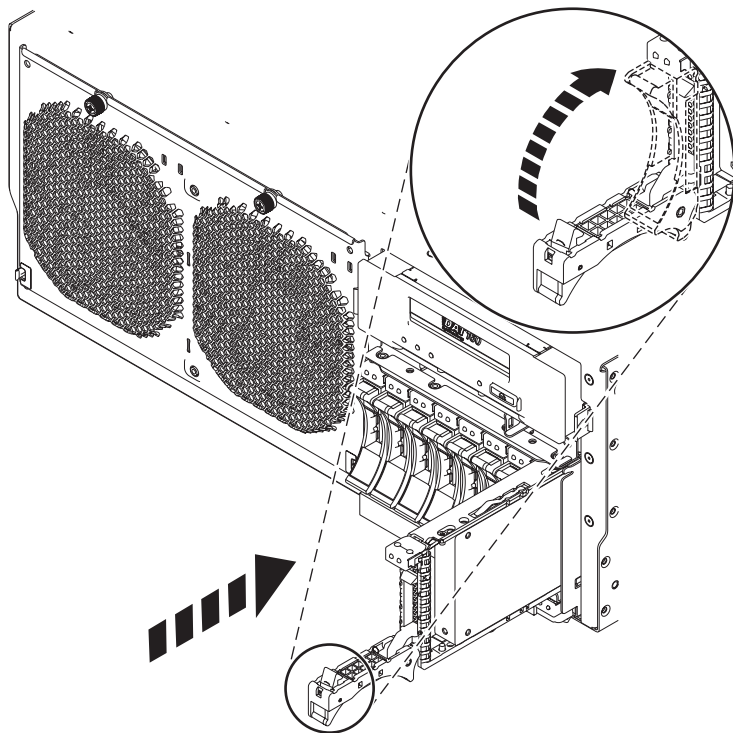

Figura 46. Sustitución de una unidad de disco en el sistema
7. Cuando parpadee el LED de identificación, deslice la unidad de disco o la unidad de estado sólido hasta el fondo del sistema o de una unidad de expansión y empuje hacia adentro el asa de la unidad (A) hasta que quede encajada, como se muestra en Figura 46 en la página 78.